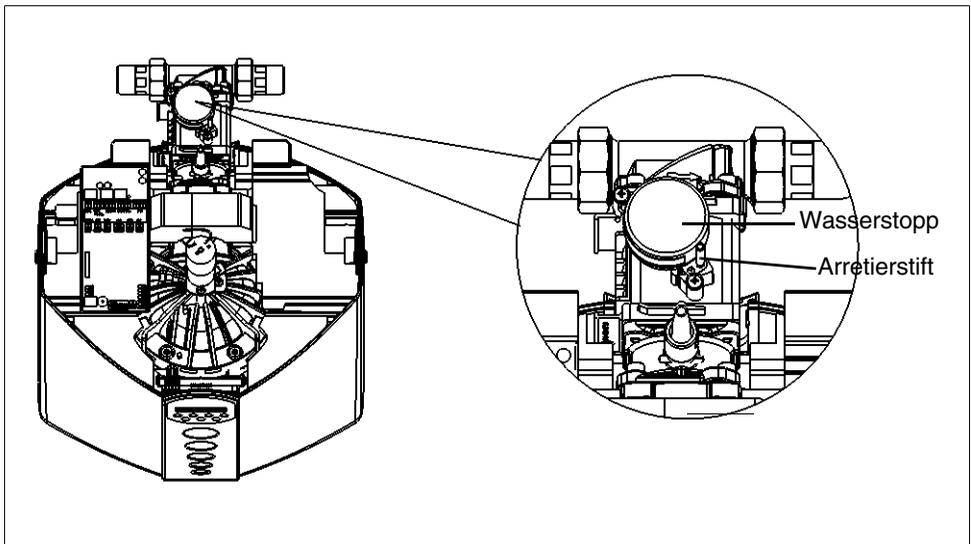

Abb. 14: Wasserstopp
- Roten Arretierstift entfernen. (siehe Abb. 14)